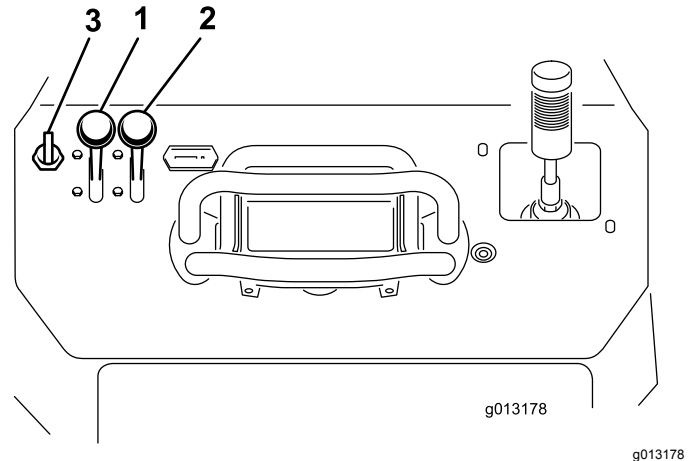

Figura 16
1. Portate la leva dell'acceleratore al centro tra le posizioni di MINIMA e MASSIMA (Figura 16).
2. Spostate la leva dello starter in posizione di ACCENSIONE (Figura 16).
3. Ruotate la chiave in posizione di ACCENSIONE (Figura 16). Rilasciate la chiave quando il motore si avvia.
4. Spostate gradualmente lo starter in posizione di SPEGNIMENTO (Figura 16). Se il motore si ferma o esita, riavviate lo starter finché il motore non si sarà scaldato.
5. Spostate la leva dell'acceleratore nella posizione desiderata (Figura 16).
2. Spostate la leva dell'acceleratore in posizione di MINIMA (Figura 16).